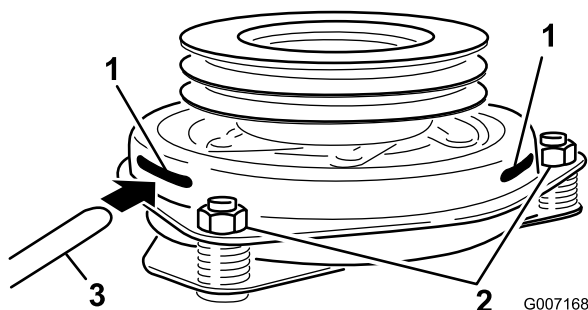

Figure 66
9. Serrez les contre-écrous jusqu'à ce la jauge d'épaisseur fléchisse légèrement mais puisse bouger facilement dans l'entrefer (Figure 66).